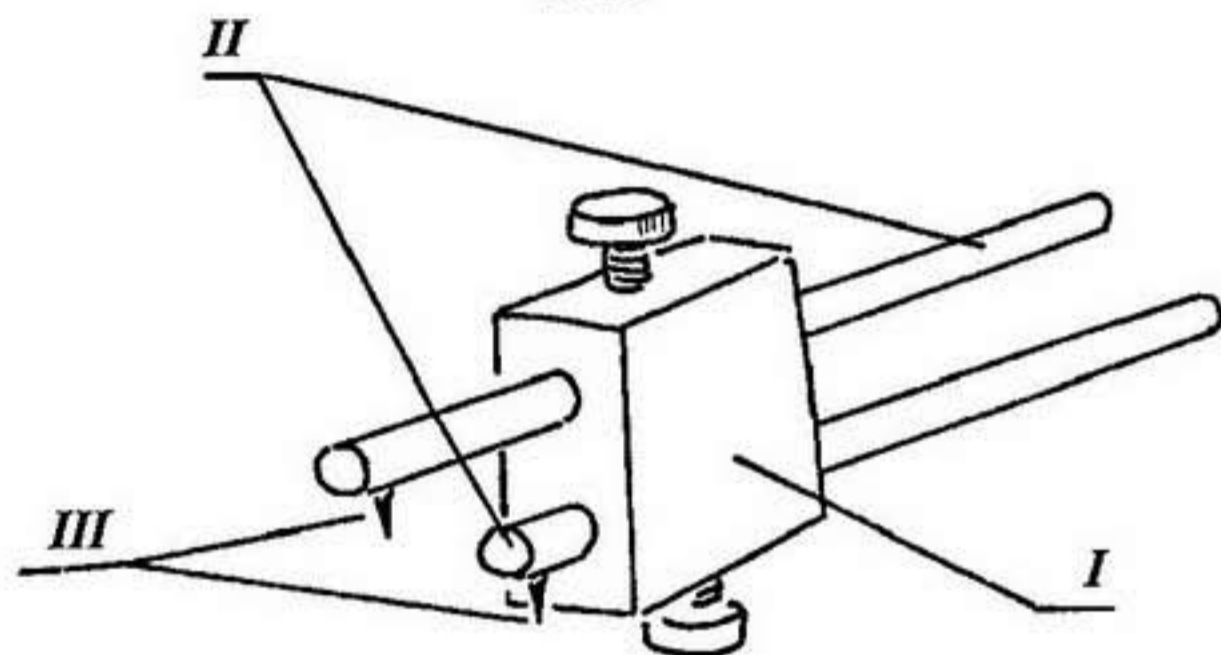
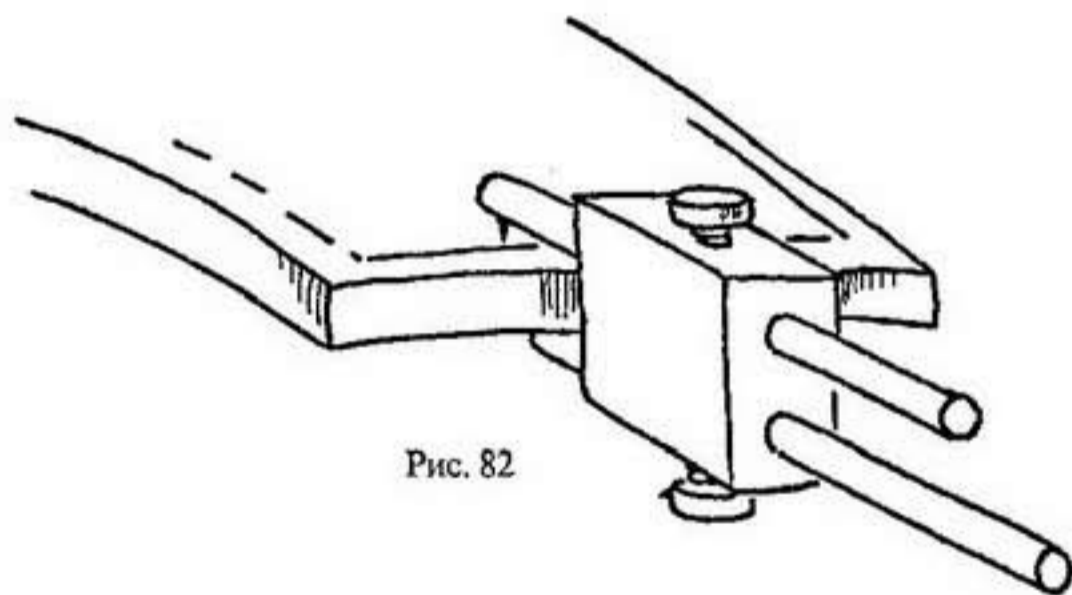

Рис. 81
Рис. 82
2. Используйте рейсмус, представляющий собой разметочное приспособление (рис. 81), состоящее из колодки *I*, двух деревянных стержней *II* и острых иголок *III*, закрепленных в этих стержнях. При разметке надо установить нужный размер от торца колодки до иглы. Прижмите торец колодки к поверхности, перпендикулярной разметочной, и, держа рейсмус прижатым, тяните его к себе. Игла оставит канавку, параллельную стороне, к которой прижата колодка рейсмуса (рис. 82).